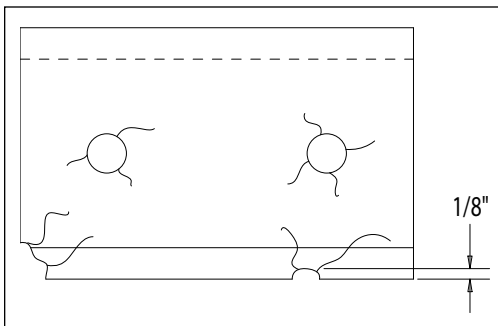

Figura 5.1 - Causas para reemplazo
1. Hay grietas, esquinas rotas o mellas mayores que 1/8" (3,2 mm) (Figura 5.1).